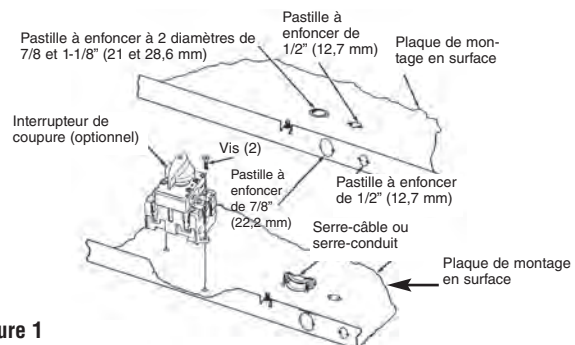

Figure 1
2. Enlevez la plaque de montage en surface (Figure 1) du carton contenant l'enceinte de montage en surface, de type SEA.
4. Installez l'interrupteur de coupure optionnel (si nécessaire) comme c'est montré en Figure 1.